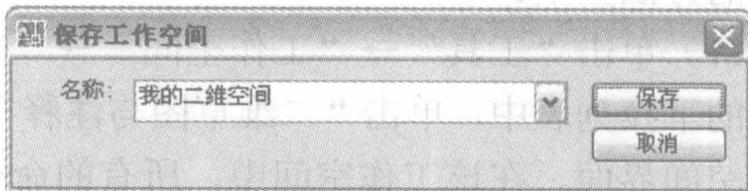

图 1-1-5 “保存工作空间”对话框
(6) 单击“工具”→“工作空间”→“将当前工作空间另存为”菜单命令，或在“工作空间”工具栏的下拉列表中，单击“将当前工作空间另存为”命令，调出“保存工作空间”对话框。在“名称”文本框中输入工作空间的名称，如图 1-1-5 所示。单击“保存”按钮，即可将当前设置好的工作空间保存下来，同时在“工作空间”工具栏的下拉列表中显示出自定义的工作空间名称，如图 1-1-2 所示。